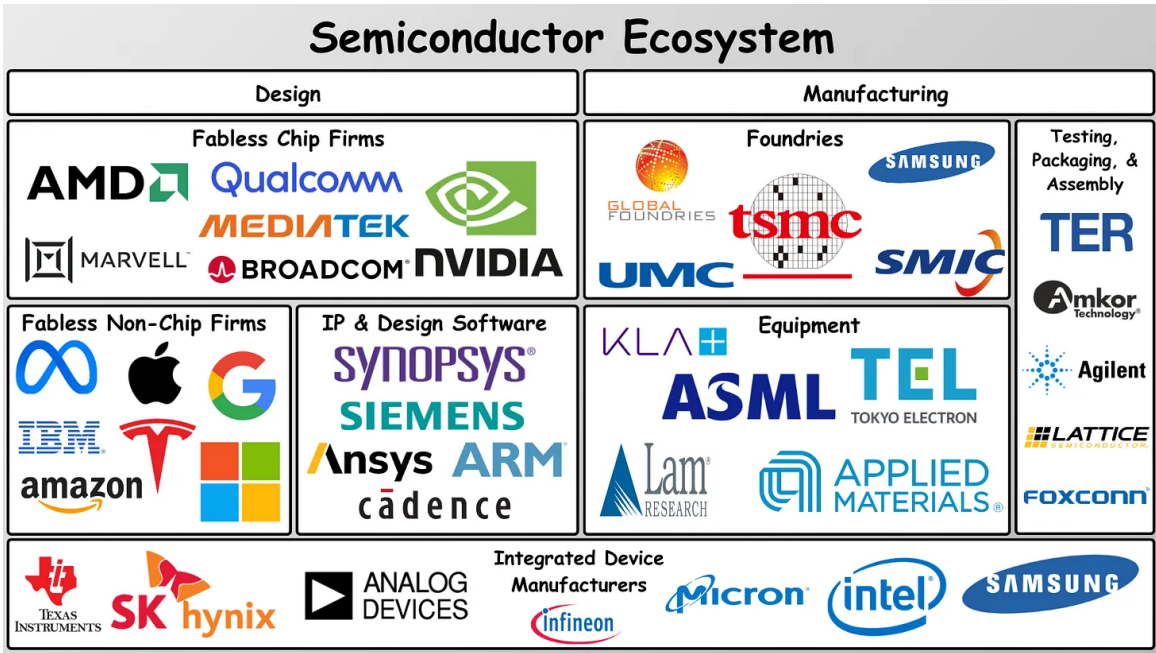

图 11：半导体生态系统示意。不同类别公司在输入、输出和责任边界上显著不同。
9. 在图 11 的这些类别中，各选 1-2 家代表企业，查一查它们主要是做什么的，都有哪些产品。